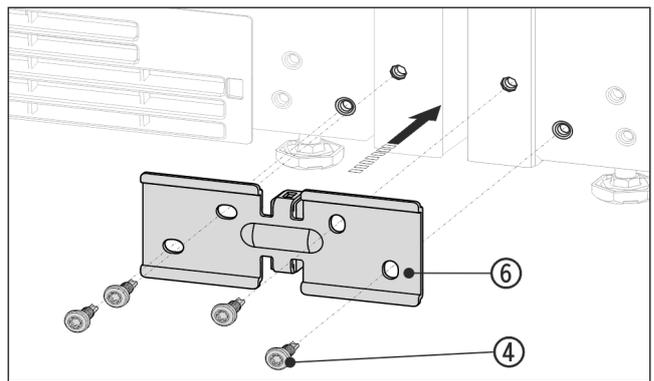

Fig. 15 例图
- ▶ 使用间隔垫片将角 Fig. 15 (6) 推入设备之间，并使用四颗螺栓 Fig. 15 (4) 旋松。